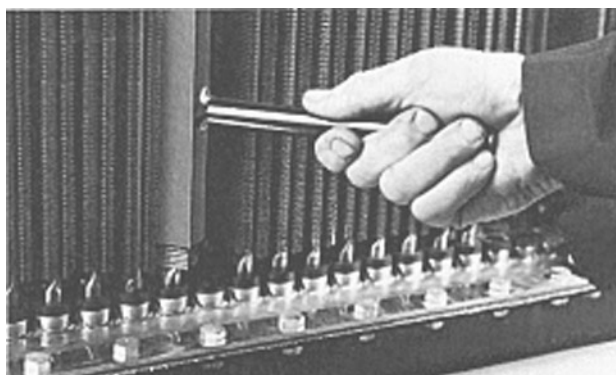

FIGURA 3-6. HERRAMIENTA SEPARADORA (XA2307)
1. Comience en la fila superior de tubos. Utilice la herramienta separadora (XA2307) para aflojar el tubo a desmontar. Cuando utilice la herramienta separadora, colóquela en la parte superior o inferior del tubo. Nunca la coloque al medio del tubo o podría dañarlo. Use la herramienta separadora para girar levemente el tubo hacia delante y atrás en los sellos para soltarlo. Consulte la Figura 3-6.